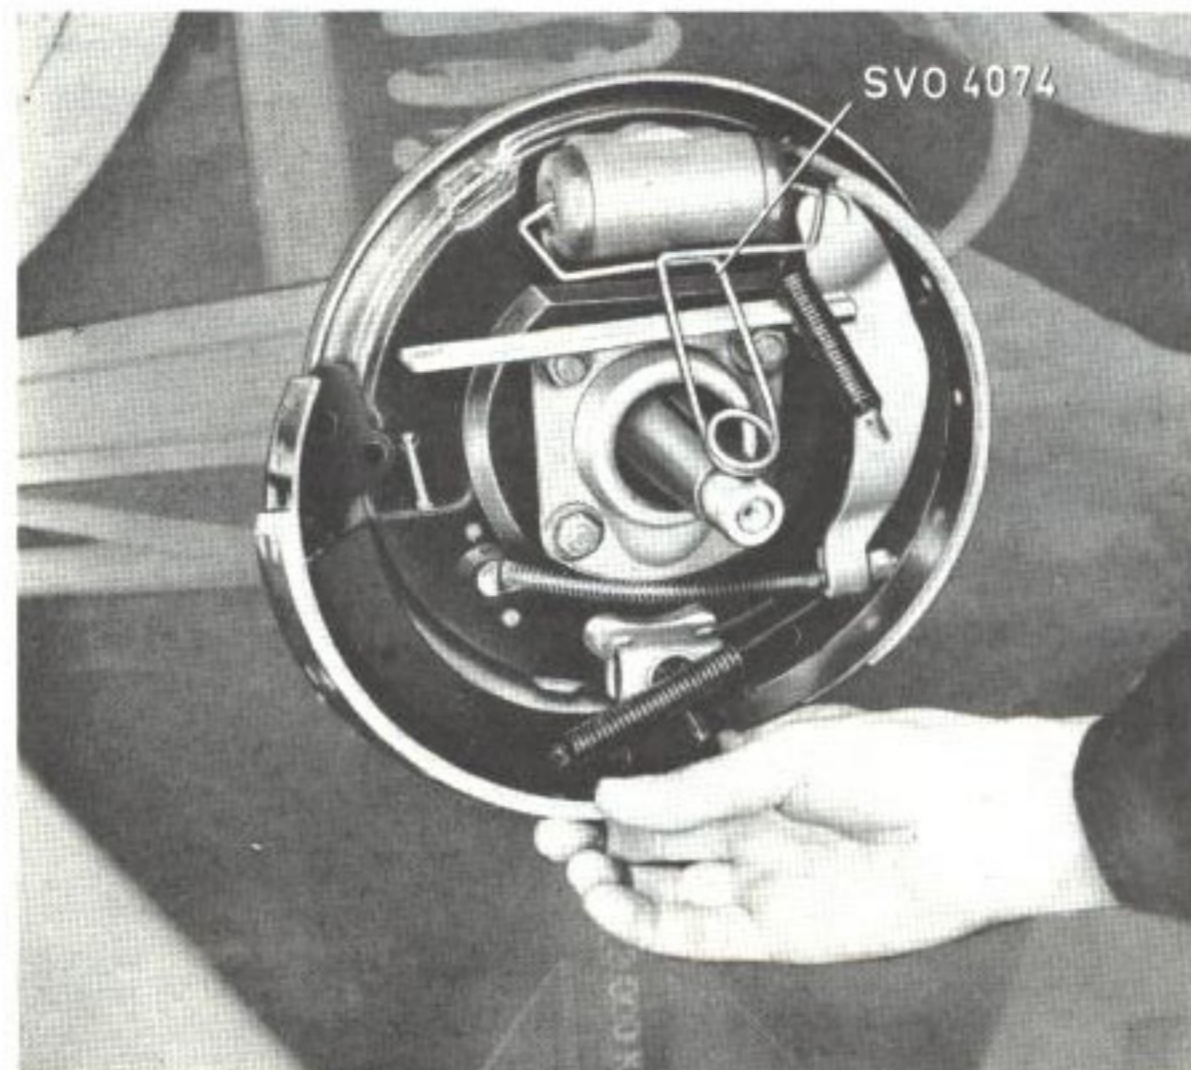

Bild 27. Demontering av bromsback
3. Placera klämman SVO 4074 över hjulcyindern så att kolvarna inte pressas ut. Ta bort övre retur fjädern med hjälp av bromsfjädertång. Dra ned främre backen i spåret på bromsskölden, håll emot styrpinnen på baksidan av skölden samt vrid och demontera låsbrickan. Lyft fram backen, se bild 27.